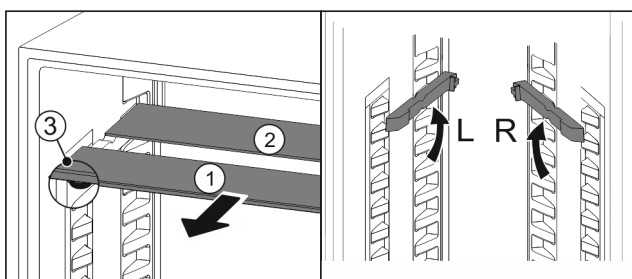

Fig. 35
- ▶ Skleněné desky jednotlivě vytáhněte dopředu Fig. 35 (1).
- ▷ Skleněná deska Fig. 35 (1) s ozdobnou lištou leží vpředu.
- ▷ Zarážky Fig. 35 (3) směřují dolů.